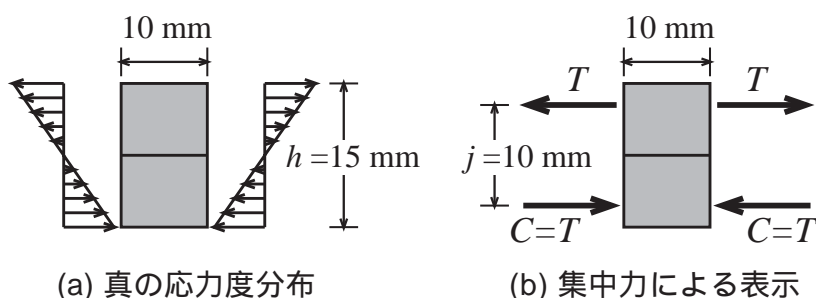

図 2.1.13 詳細領域の応力分布
*1 厳密に言うと、梁の断面には図2.1.13(a)のように引張力・圧縮力が分布して発生する(詳しくは2-4節で学ぶ)。本節ではこれを図2.1.13(b)のように集中力で表示した。なお、ホームページではグリッドの横幅を 10 mm 、高さを 7.5 mm に設定している。したがって、梁の高さ(「梁せい」という) h は 15 mm である。引張・圧縮力の距離
j は、図2.1.13(a)の応力分布の重心間距離、すなわち $j = (2/3)h = 10 \text{ mm}$ となる。 $T \cdot j = P \cdot a$ に $P = 10 \text{ N}$ 、 $a = 50 \text{ mm}$ 、 $j = 10 \text{ mm}$ を代入すると、 $T = 500 \text{ N}$ となる。画面上で確認されたい。